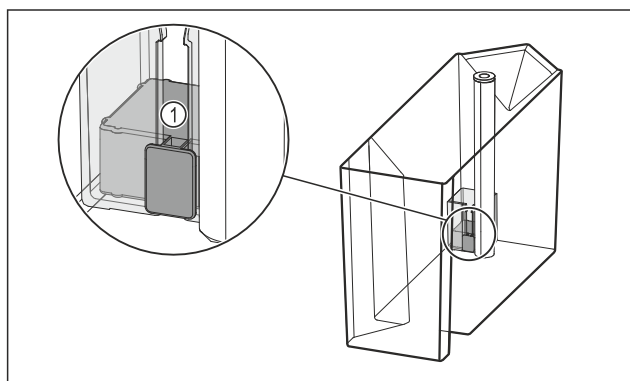

Fig. 100
- ▶ Verificați dacă este înțepenit plutitorul Fig. 100 (1).